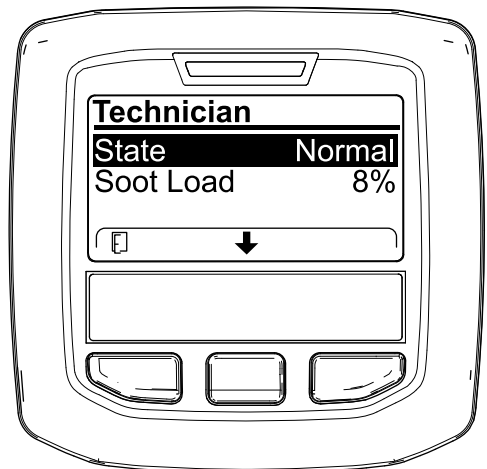

図 44
- DPF 稼働記録表で、現在の DPF の状態を確認する 図 44。